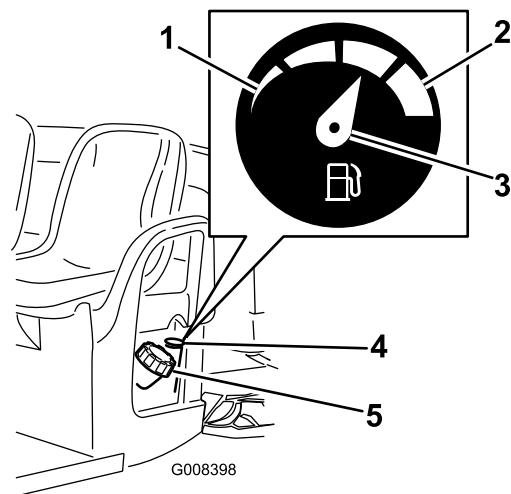

Bild 13
- Reinigen Sie den Bereich um den Tankdeckel (Bild 13).